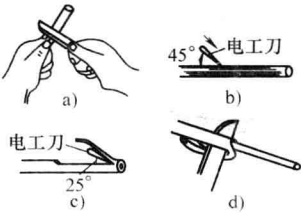

图 1-14 电工刀剖削塑料硬导线绝缘层
- 1) 用电工刀剖削塑料硬导线绝缘层，如图 1-14 所示。